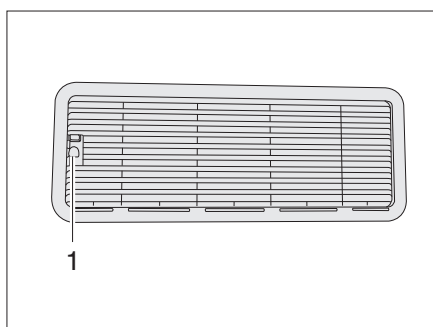
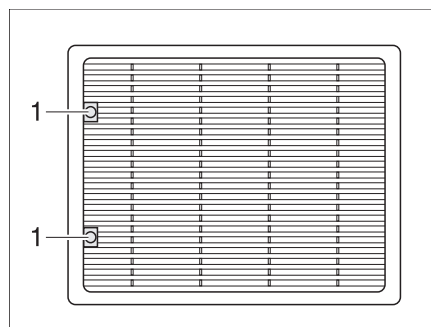

Bild 88 Kühlschrank-Lüftungsgitter (Dometic klein)
Bild 89 Kühlschrank-Lüftungsgitter (Dometic groß)
- Auf Verriegelung (Bild 88,1 oder Bild 89,1) drücken.